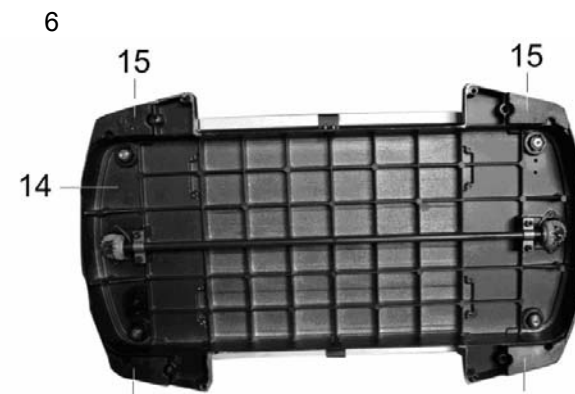

Рис.7
8.2. Как показано на Рис. 7, установите резиновые опоры (15) по углам опорной поверхности станины (14).